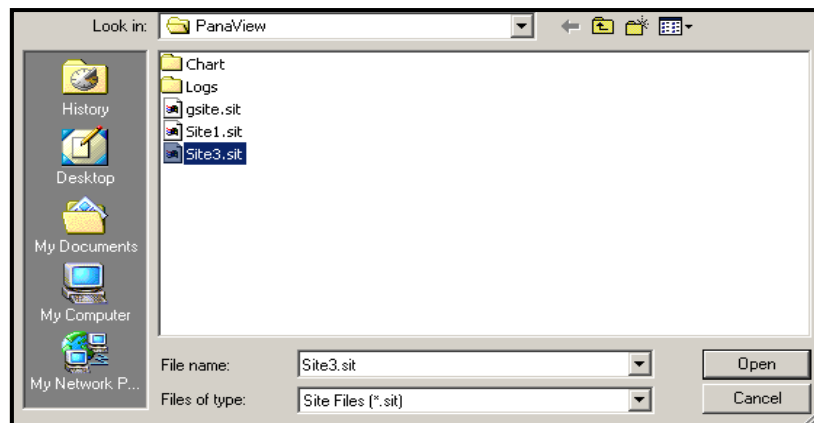

Figura 32: Selección de archivos del sitio
2. Luego haga clic en el botón *Guardar sitio en el medidor*. Se abre una pantalla similar a Figura 32.
3. Se abre la ventana *Site File Selection* (Selección de archivos del sitio) (Figura 32 en la página 91). Resalte un sitio con la configuración deseada y haga clic en [Open (Abrir)]. PanaView guarda el sitio en el medidor con el nuevo nombre y la configuración deseada.
3. Se abre la ventana *Site File Selection* (*Selección de archivos del sitio*) (Figura 32 en la página 91). Ingrese el nombre del sitio deseado (ahora con el sufijo .prt) y haga clic en [Save (Guardar)]. PanaView muestra una versión de texto del sitio, como se muestra en Figura 34.